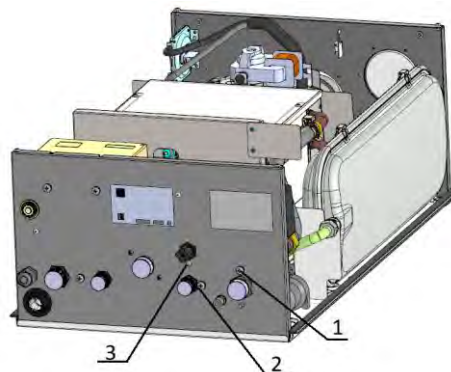

Рис. 12 Демонтаж гидроблока
- отвернуть на нижней панели котла винт крепления крана подпитки (3), винт крепления входного гидроблока (2) и винт крепления насоса (1), см. рисунок 12;
- извлечь гидроблок (3) вместе с насосом, потянув его с небольшим усилием вверх, а затем на себя.